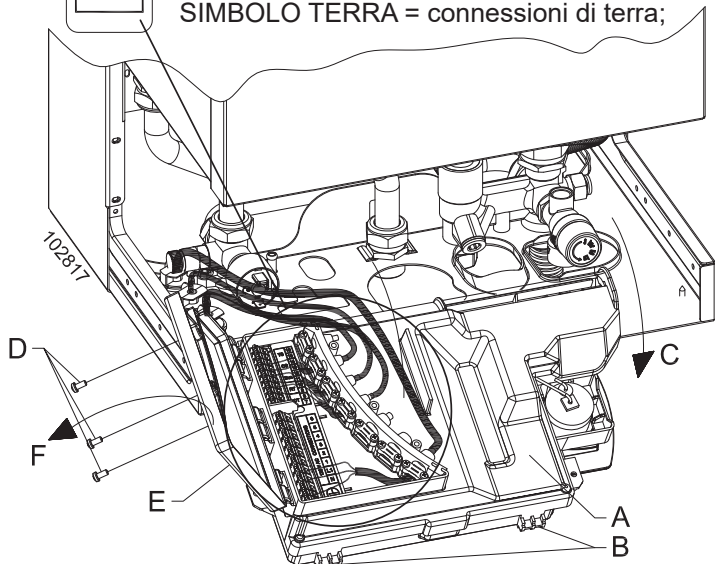

Figura 5-6 - Collegamenti elettrici
Per l'allacciamento del cavo di alimentazione elettrica, procedere come di seguito (fare riferimento alla figura 5-6):
- posare il cavo di alimentazione come illustrato nella figura 5-6;
Legenda Figura 5-6
Per collegarne una, è possibile utilizzare i contatti "4" e "5" presenti nella morsettiera (vedi figura 5-6).
ATTENZIONE!!! I contatti "4" e "5" di cui alla figura 5-6 possono sopportare al massimo un'assorbimento di 200W. Se la pompa che si deve collegare ha un assorbimento più elevato, è indispensabile inserire un relè di appoggio, di potenza adeguata.
Per l'allacciamento del cavo del termostato ambiente, procedere come di seguito (fare riferimento alle figura 5-6):
- 5.- collegare i 2 capi del cavo ai morsetti "TA" (vedi figura 5-6).
- 2.- collegare il cavo bipolare ai morsetti "SE" di cui in figura 5-6;
- 3.- collegare i 2 capi del cavo ai morsetti "OT" dell'apparecchio (vedi figura 5-6).
Per il collegamento elettrico occorre procedere come di seguito (fare riferimento alla figura 5-6):